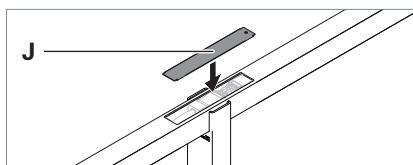

Fig. 4: Montaggio della copertura sul tubo di supporto.
- ▶ Spingere la copertura **J** verticalmente nella fessura nel tubo di supporto, vedi Fig. 4.